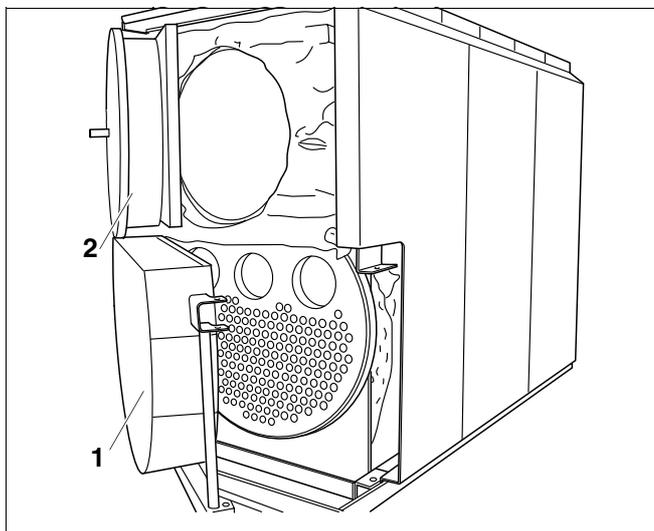

Fig. 29 Aprire la porta della caldaia
- Allentare le viti del coperchio girevole (fig. 29, **pos. 1**) e aprirlo completamente.
- Svitare le viti a testa esagonale dalla porta della caldaia (fig. 29, **pos. 2**) e aprirla.